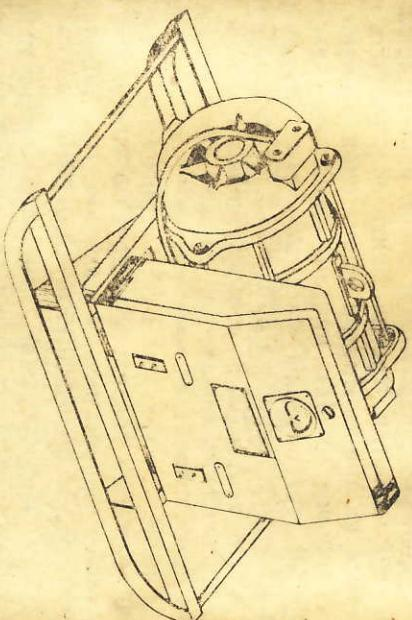

Рис. 7
4.3. Блок преобразователя (рис. 7) и блок питания (рис. 8) включают в себя преобразователь частоты тока и щит приборов, смонтированные на легкой переносной раме.